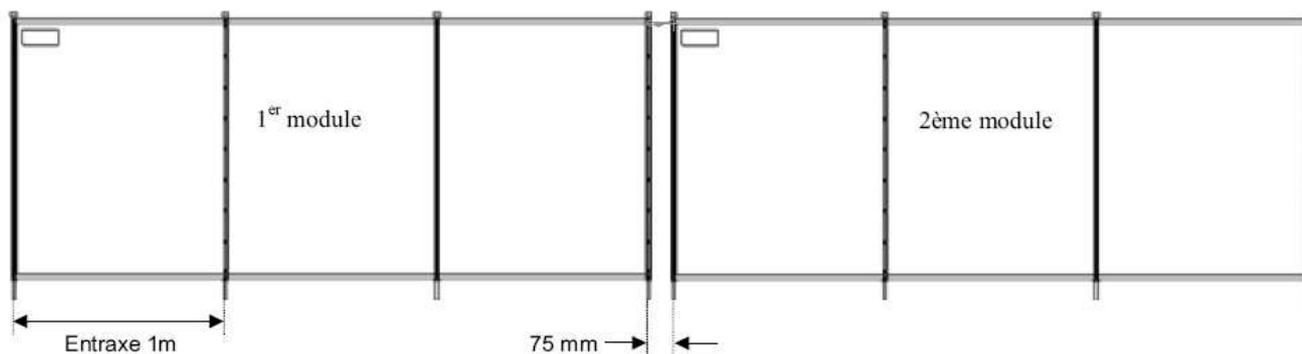

Figure 8. Fixation du module suivant dans l'alignement du précédent
1. A partir du dernier trou du 1^{er} module, percer le premier trou du 2^{ème} module à au moins 75 mm du trou du 1^{er} module (Figure 8). Fixer le fourreau d'ancrage au sol (à l'aide de mortier si nécessaire).